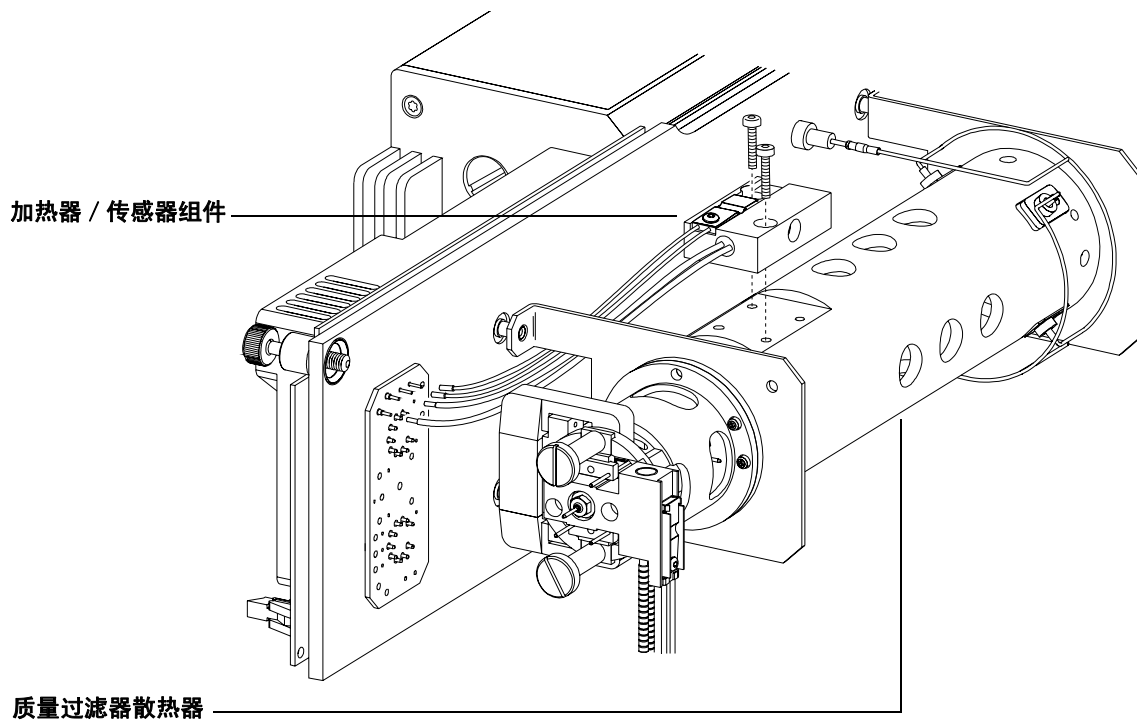

图 41 质量过滤器加热器和传感器
- 1 打开新质量过滤器加热器组件的包装（图 41）。加热器、温度传感器和加热部件已经组装。